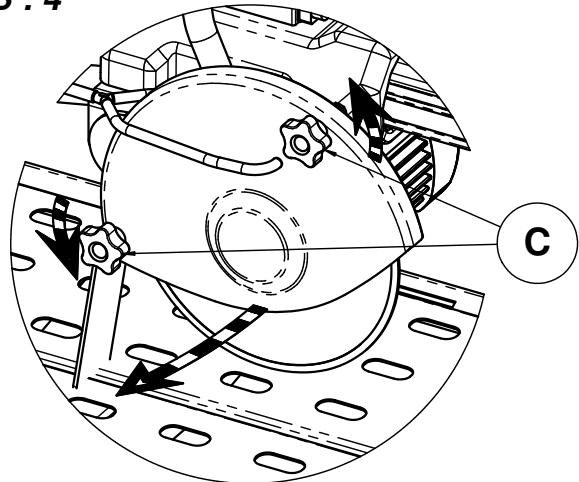

FIG : 5
- Используя гаечный ключ на 19 мм, отвинтите зажимную гайку (D) диска - [рис. 5].